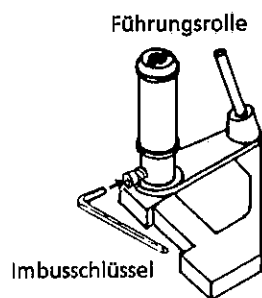

Abbildung 4-33.
- b) Die Einstellschraube am Unterteil der Führungsrolle lockern und mit dem Schraubendreher (JIGDRIVERH-4) so einstellen, daß sich die Führungsrolle reibungslos dreht. (Die Einstellschraube nicht übermäßig lockern, da die Führungsrolle dadurch instabil wird (siehe Abbildung 4-33).